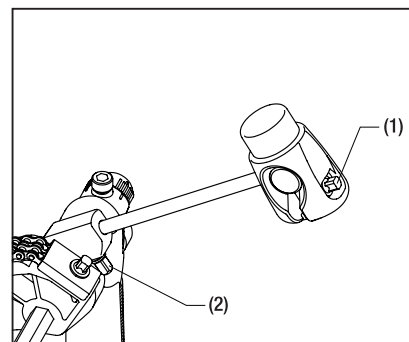

Fig.4 (図4)
The Power-Strick Cobra beater is designed so that you can adjust the angle of the beater head. To get a good, fat, tight sound, you can adjust the angle so that the beater head hits flat against the drumhead. To adjust the angle: loosen square-headed bolt (1), turn the beater head as necessary, and then retighten the bolt. To adjust the length of the beater: loosen square-headed bolt (2), move the beater head as necessary, and then retighten the bolt (Fig.4).
パワーストライク・コブラビーターは、ビーターヘッドの角度を調整することができます。バスドラムヘッドを面でヒットする事で太くタイトなバスドラムサウンドを引き出します。ビーターがバスドラムヘッドに面で当たるように、角頭ボルト(1)を緩めてビーターヘッドの角度を調整して下さい。ビーターの長さは角頭ボルト(2)を緩めて調整します。調整後は角頭ボルトをしっかりと締めてください(図4)。